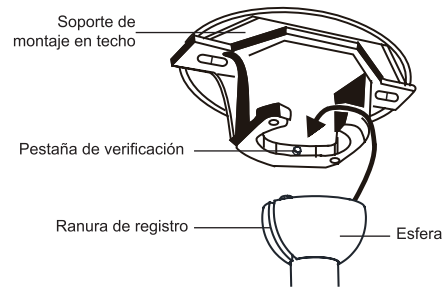

Fig. 11
Paso 11. Levanta el conjunto del motor del ventilador hasta su ubicación y coloca la esfera en el soporte de montaje en el techo. Gira todo el conjunto hasta que la “pestaña de verificación” haya caído en la “ranura de registro” y se asiente firmemente. (Fig. 11)